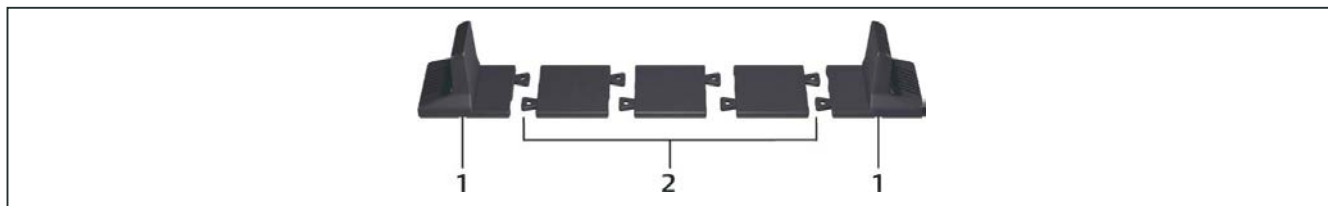

図 2-1 サポート・ベース
3. スペーサーとサポート・ベースをつなげます (図 2-1)。サポート・ベースは、各GXT5 の前面と背面に 1 個ずつ、計 2 個が必要です。